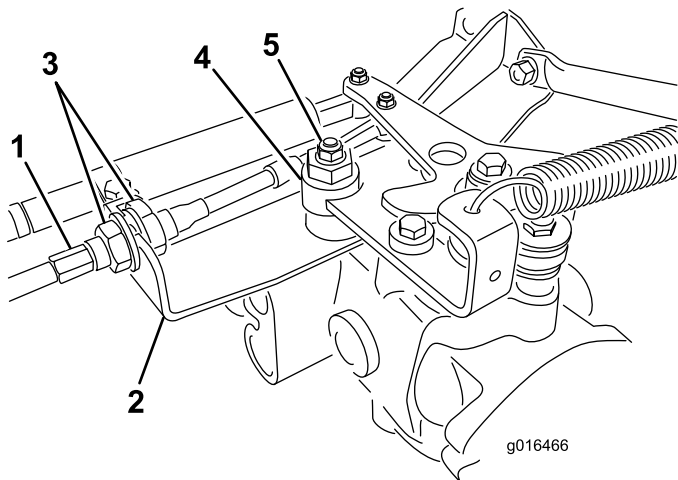

Bild 42
- A. Lösen Sie beide Klemmmuttern, mit denen der Fahrtriebs-Bowdenzug an der Trennwand am Hydrostat befestigt ist (Bild 42). Achten Sie darauf, dass die Klemmmuttern gleichmäßig gelockert sind und eine ausreichende Einstellung ermöglichen.
- B. Lösen Sie die Mutter, mit der der Exzenter oben am Hydrostat befestigt ist (Bild 42).
- D. Drehen Sie den Exzenter, bis kein Kriechen in jeder Richtung auftritt. Ziehen Sie die Schraube fest, wenn sich das Rad nicht mehr dreht, um den Exzenter und die Einstellung zu arretieren (Bild 42). Überprüfen Sie die Einstellung mit dem Gasbedienungshebel auf Langsam“ und auf Schnell“.
- E. Ziehen Sie die Sicherungsmuttern, mit denen der Bowdenzug an der Trennwand befestigt ist, **gleichmäßig** von der Innenseite der Trennwand fest (Bild 42). Verdrehen Sie nicht den Bowdenzug.